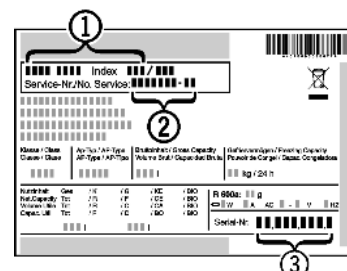

Fig. 7
- ▶ Očitajte naziv uređaja Fig. 7 (1), servisni broj Fig. 7 (2) i serijski broj Fig. 7 (3) s tipske pločice. Tipska pločica nalazi se na lijevoj unutarnjoj strani uređaja.
- ▶ Obavijestite službu za kupce i javite im kvar, naziv uređaja Fig. 7 (1), servisni broj Fig. 7 (2) i serijski broj Fig. 7 (3).